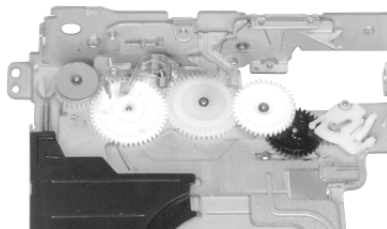

Fig. 16
- Sicherungsscheiben abnehmen und die Zahnräder abnehmen (Fig. 16).
- Remove the washers and the gear wheels (Fig. 16).